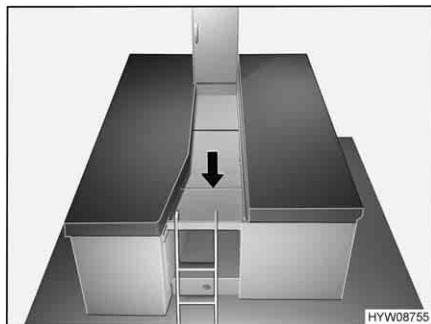

Fig. 112 Preparazione dell'allargamento letto
- Aprire l'allargamento letto e posizionarlo tra i letti singoli, come illustrato nella Fig. 112.